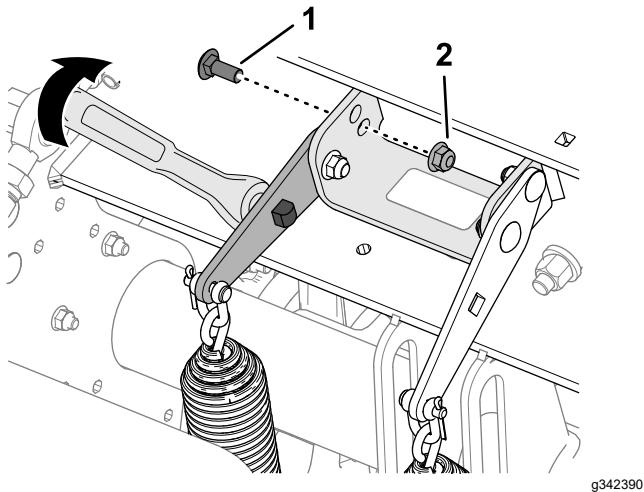

Figure 110
- Insérez un manche à rochet de  $\frac{1}{2}$  pouce ou une barre de levier dans le trou carré de la patte de tension du ressort (Figure 110).